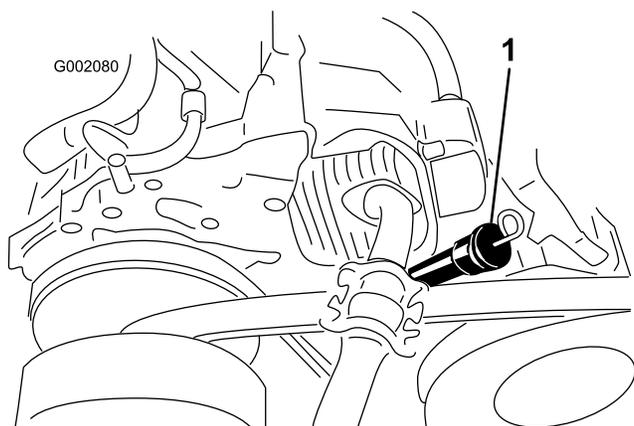

Figura 41
- Limpe em redor da vareta de óleo e bocal de enchimento e retire a vareta (Figura 41).
- Deite o óleo especificado no bocal de enchimento até que o nível de óleo atinja a marca "Full" (Cheio) da vareta (Figura 41).
- Insira a vareta completamente no bocal de enchimento, retire a vareta e verifique o nível do óleo (Figura 41).
- Instale a vareta no bocal de enchimento até que a vareta se encontre firmemente no sítio (Figura 41).